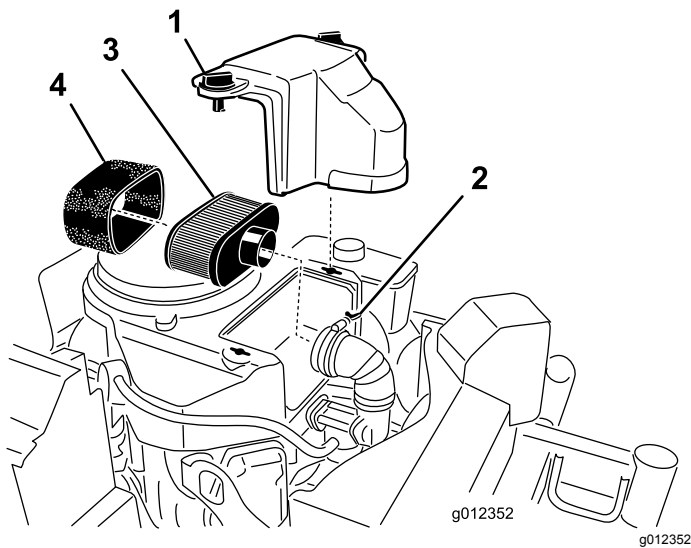

Рисунок 24
3. Очистите зону вокруг воздухоочистителя, чтобы в двигатель не попали загрязнения, которые могут его повредить (Рисунок 24).
4. Отверните ручки крышки и снимите крышку воздухоочистителя (Рисунок 24).
5. Отверните шланговый хомут и снимите узел воздухоочистителя (Рисунок 24).
6. Осторожно снимите элемент из пеноматериала с бумажного элемента (Рисунок 24).
1. Не следует чистить бумажный фильтр. Замените его (Рисунок 24).
1. Осторожно наденьте элемент из пеноматериала на бумажный элемент воздухоочистителя (Рисунок 24).
2. Установите воздухоочиститель в сборе на его основание и закрепите с помощью двух барашковых гаек (Рисунок 24).
стителя и затяните ручку крышки (Рисунок 24).